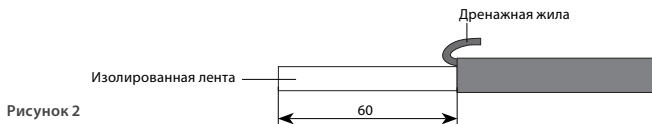

Рисунок 2
2.1.3. С помощью линейки с конца нагревательного кабеля отмерить 60 мм и монтажным ножом снять на этой длине оболочку – см. рисунок 2.